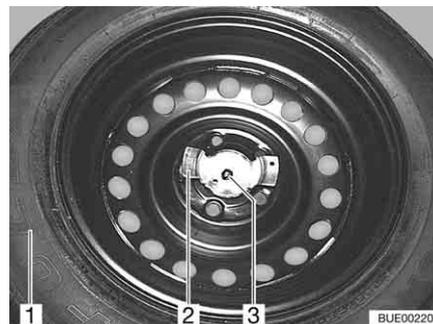

Bild 238 Ersatzrad-Befestigung
- Die beiden Muttern (Bild 238,2 und 3) abschrauben.
- Das Ersatzrad (Bild 238,1) dem Ersatzrad-Halter entnehmen.